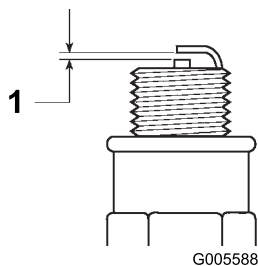

Figure 21
5. Réglez l'écartement des électrodes de la bougie neuve à 0,50 mm (Figure 21).